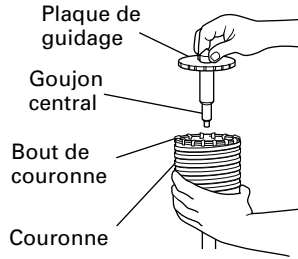

Fig. 20
- (3) Introduire le goujon central dans la plaque de guidage de la couronne jusqu'à ce qu'il arrête.
- (4) Engager la plaque de guidage dans la couronne et tourner la plaque de guidage à gauche ou à droite de manière à ce qu'elle ne puisse pas tomber, même si elle est orientée vers le bas. (Fig. 20)